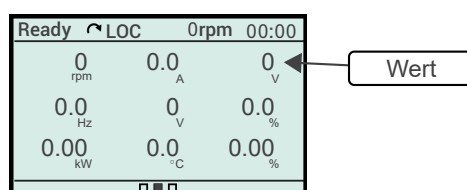

Abbildung 8.14: Steckplatz-Ansicht
- **Steckplatz:** Der HMI-Bildschirm ist in 9 Teile unterteilt, jeder Teil wird als Steckplatz (Slot) bezeichnet, was die Anzeige von Lesevariablen im **Wert**-Format ermöglicht. Abbildung 8.14 auf Seite 8-6 zeigt ein Beispiel für die Anzeige.